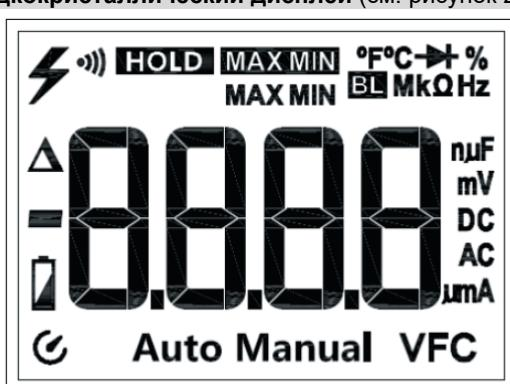

Рисунок 2
7. Жидкокристаллический дисплей (см. рисунок 2)